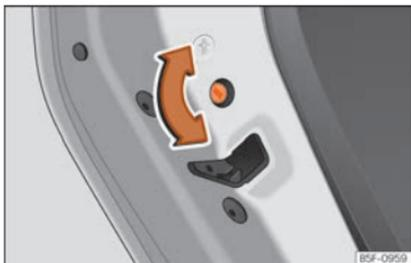

Abb. 147 Kindersicherung in der linken Tür
- Drehen Sie bei geöffneter Tür den Schlitz mit dem Fahrzeugschlüssel an den linken Türen im Uhrzeigersinn »» Abb. 147 und bei
- Drehen Sie bei geöffneter Tür den Schlitz mit dem Fahrzeugschlüssel an den linken Türen gegen den Uhrzeigersinn »» Abb. 147 und bei den rechten Türen im Uhrzeigersinn.